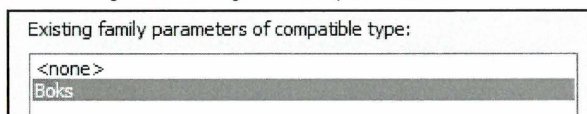

Fig. 06.48. Nu står parameteren på listen.
- Nu ligger *Boks* materialet på listen over *Material Parameters* (Fig. 06.48). Klik *OK*, for at lukke dialogboksen.